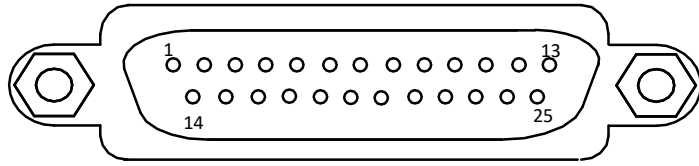

图3-14 25-pin 公头连接器
- 常用的 25-pin 公头 232 串口连接器串口头定义如图 3-14、表 3-4 所示。